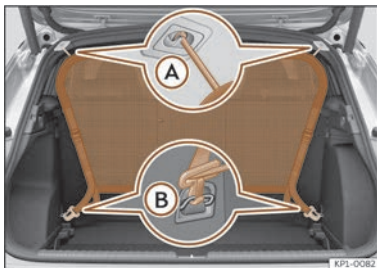

Abb. 188 Netztrennwand eingebaut.
- Netztrennwand in der linken Aufnahme am Dach >>> (Abb. 188) A einhängen. Darauf achten, dass die Querstange über die obere Position hinaus nach unten gezogen wird.
- Netztrennwand in der rechten Aufnahme am Dach durch Zusammendrücken der Querstange >>> (Abb. 188) A einhängen.
- Beide Haltehaken der Netztrennwand in die vorderen Verzurrrösen im Gepäckraum >>> (Abb. 188) B einhängen und die Gurte fest spannen.